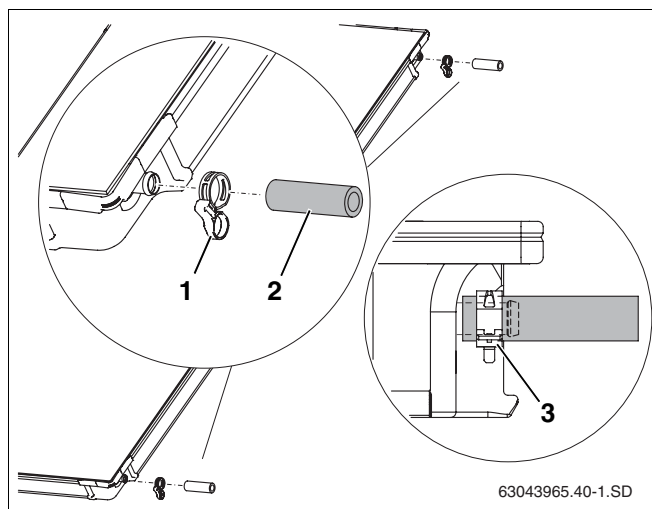

Fig. 39 Pré-instalar o conjunto de união no segundo colector
- ▶ Deslocar as mangueiras solares de 95 mm (fig. 39, **item 2**) para as ligações direitas do segundo colector e de todos os colectores a seguir.
- ▶ Deslocar as braçadeiras de mola (fig. 39, **item 1**) sobre a mangueira solar (a segunda braçadeira segura, mais tarde, a ligação ao outro colector).
- ▶ Quando a braçadeira de mola estiver bem colocada, puxar o anel de fixação para segurar a ligação (fig. 39, **item 3**).